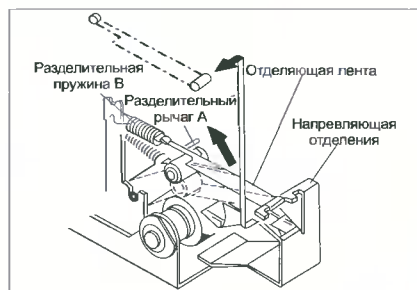

Рис. 12
- снимают отделяющую ленту с направляющей и разделительной пружины «В» (рис. 12).